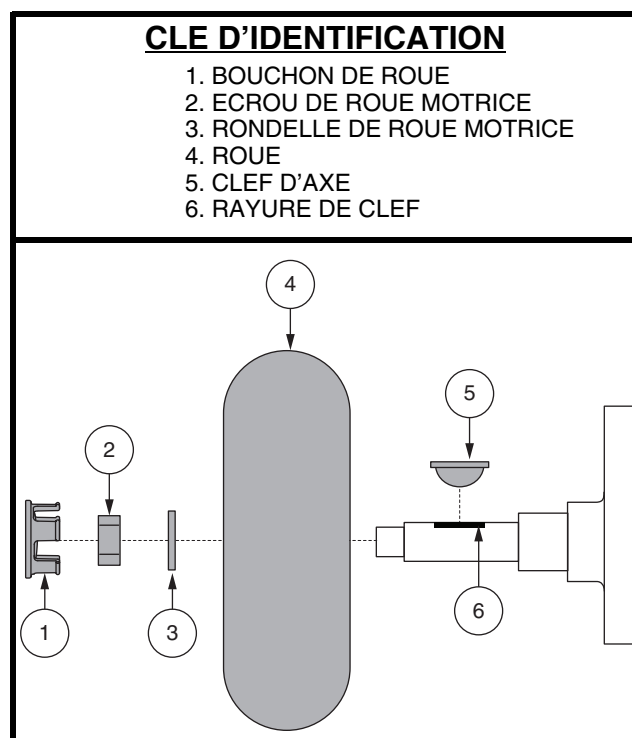

Figure 23. Enlèvement de la roue motrice à âme pleine
3. Enlever le bouchon de roue, l'écrou et la rondelle de roue motrice sur l'essieu. Voir la figure 23.